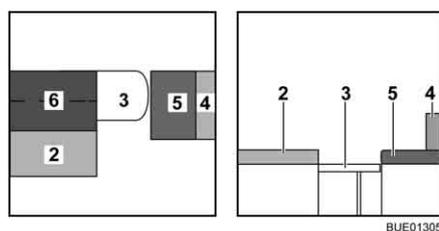

Fig. 122 Pendant la transformation
- Relever le coussin supplémentaire (Fig. 122,6) et le placer sur la table.